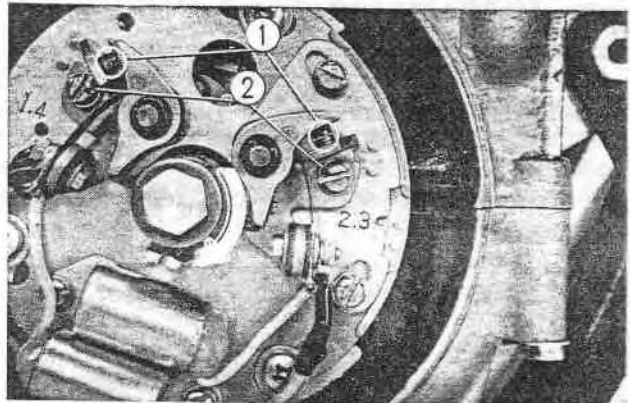

Fig. 7-19 ① Vis platinées
## (1) Ecartement des vis platinées. (Fig. 7-19)
Pour régler l'écartement des contacts, desserrer la vis de blocage de l'embase de rupteur et déplacer le rupteur vers la droite ou vers la gauche pour obtenir l'écartement voulu, puis resserrer la vis de blocage. (Fig. 7-19)